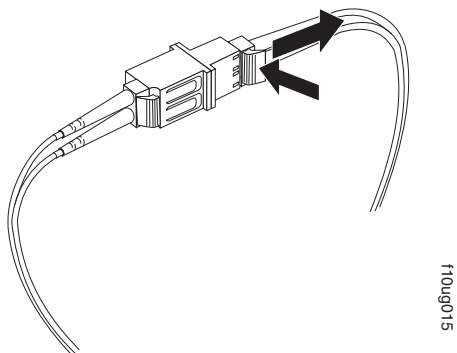

图 35. 从 LC-SC 光纤通道电缆适配器中卸下 LC-LC 光纤通道电缆
2. 小心地拉出接口以将其卸下。从 LC-SC 电缆适配器中卸下 LC-LC 电缆时，请确保抓住的是接口而非电缆，如第 59 页的图 35 中所示。